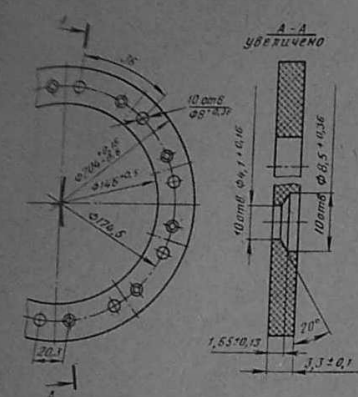

Рис. 48. Фрикционная накладка ведомого диска сцепления
3. Пользуясь ведомым диском как кондуктором, просверлить в новых накладках 20 отверстий $\phi 4,1$ мм (рис. 48) и 10 из них (через одно) рассверлить напроход до $\phi 8$ мм, а 10 оставшихся отверстий зенковать сверлом $\phi 8,5$ мм с углом заточки 140° , выдержав размеры, указанные в сечении А-А.